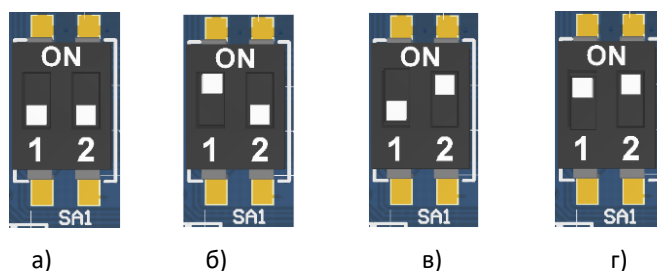

Рисунок 37. Переключатель SA1:
4. Установить тумблер 1 переключателя **SA1** блока управления в положение **BOOT (ON)** (см. рисунок 37 пункт б).
10. Выключить изделие. Переставить тумблер 1 переключателя **SA1** блока управления в исходное положение **NORM** (см. рисунок 37 пункт а).
- **Только для блока управления AL.P240.40.000 rev. 5.6, rev. 5.8 или rev. 6.3:** переставить тумблер 2 переключателя **SA1** в положение **ON** (см. рисунок 37 пункт в), включить ККТ. При этом будет воспроизведен характерный звуковой сигнал (короткая мелодия). Перейти к пункту 7.